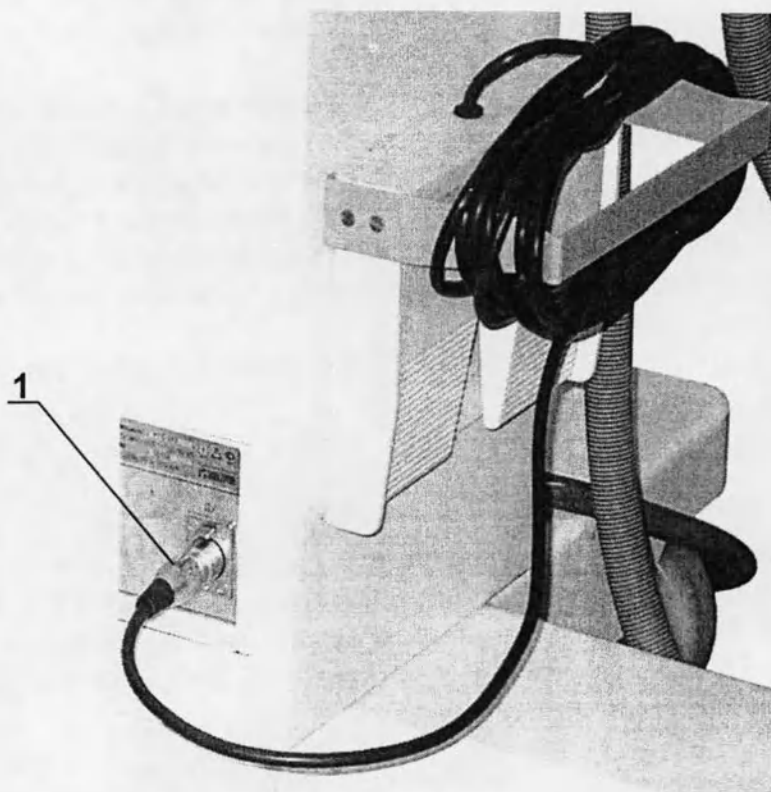

Рис. 4.3. Закрепление блока педалей на стенке тумбы штатива. Шнур блока педалей подключен к тумбе штатива через разъем.
- Снимите блок педалей с держателей (рис.4.3), для чего возьмитесь за блок двумя руками и потяните вертикально вверх (вдоль поверхности стенки тумбы), а затем, в направлении от стенки тумбы. Размотайте шнур подключения блока педалей к тумбе штатива. Разместите блок педалей в удобном для вас месте. Подключите шнур блока педалей к тумбе штатива через разъем (рис.4.3, поз.1).